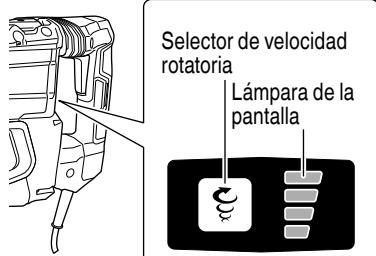

Fig. 9
8. Regulación de número de rotaciones e martilleo (Fig. 9)